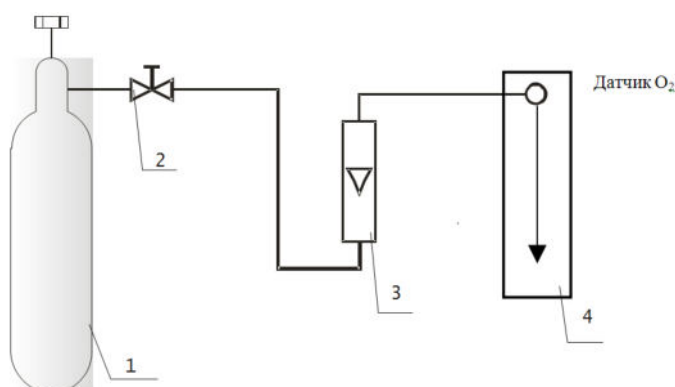

Рис. 25
- соедините последовательно баллон ПГС (с редуктором), ротаметр и штуцер подачи ПГС в измерительную камеру с помощью гибких шлангов, как на *Рис. 25*,
7.1.1. Собрать газовую схему, приведенную на *Рис. 25*.